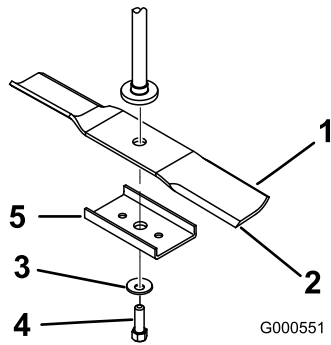

Figura 47
Sujete el extremo de la cuchilla usando un trapo o un guante grueso. Retire del eje el perno de la cuchilla, la arandela curva, el refuerzo de la cuchilla y la cuchilla (Figura 47).
- Instale el refuerzo de la cuchilla, la arandela curva (con la copa hacia la cuchilla) y el perno de la cuchilla (Figura 47).
- Instale la cuchilla en el eje (Figura 47).